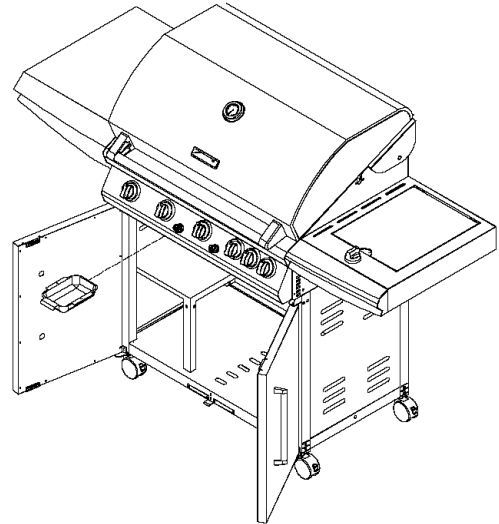

Figure 5
- Instale el receptáculo para la grasa debajo de la bandeja para drenar grasa a través del frente de la parrilla. ( Vea la Fig. 5.).